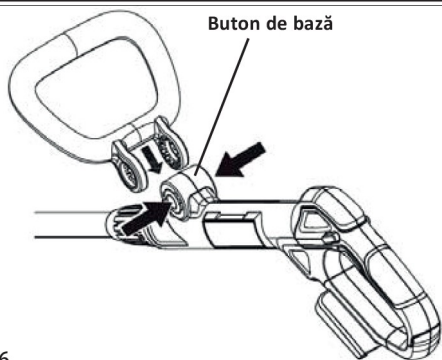

Fig. 6
2. Instalați manerul frontal pe baza butonului (vezi Fig. 6)